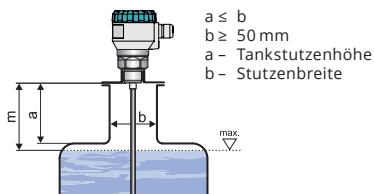

Abb. 5: Installation des Füllstandsmessers im Einlaufstutzen
- Für ordnungsgemäße Messung ist die Montage des Füllstandsmessers im höheren Einlaufstutzen oder höheren Anschweißflansch zu vermeiden. Ist es nicht möglich, kann der Füllstandsmesser im **kurzen Einlaufstutzen** angebracht werden, dessen Maßangaben der Abb. 5 zu entnehmen sind. Hier gilt: möglichst größter Stutzendurchmesser, möglichst kleinste Stutzenhöhe.